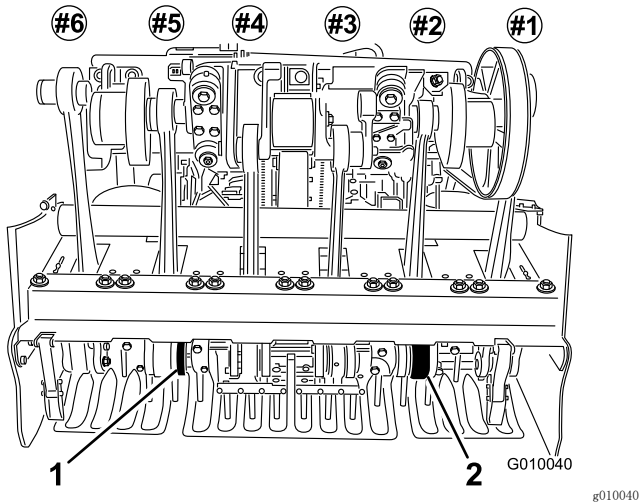

图 25
6. 将打孔针安装到 2 号和 5 号打孔针夹头 (图 25) 拧紧螺栓。